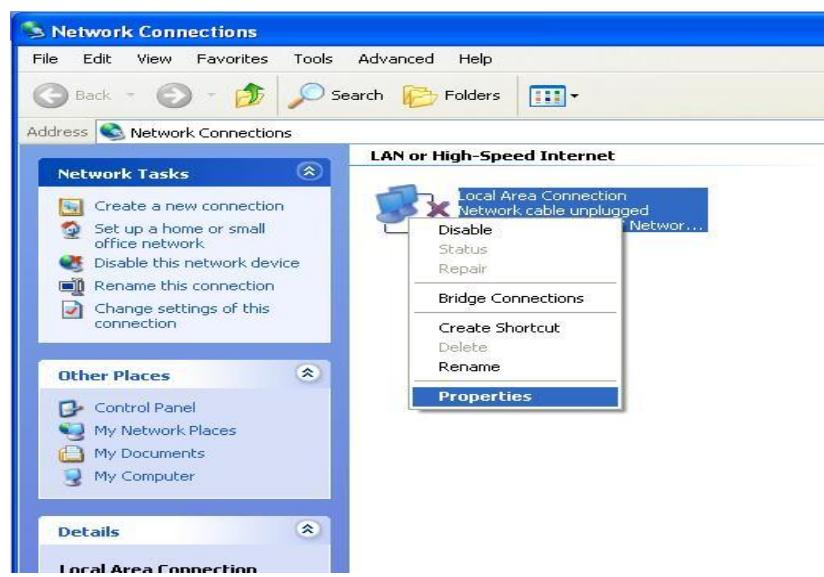
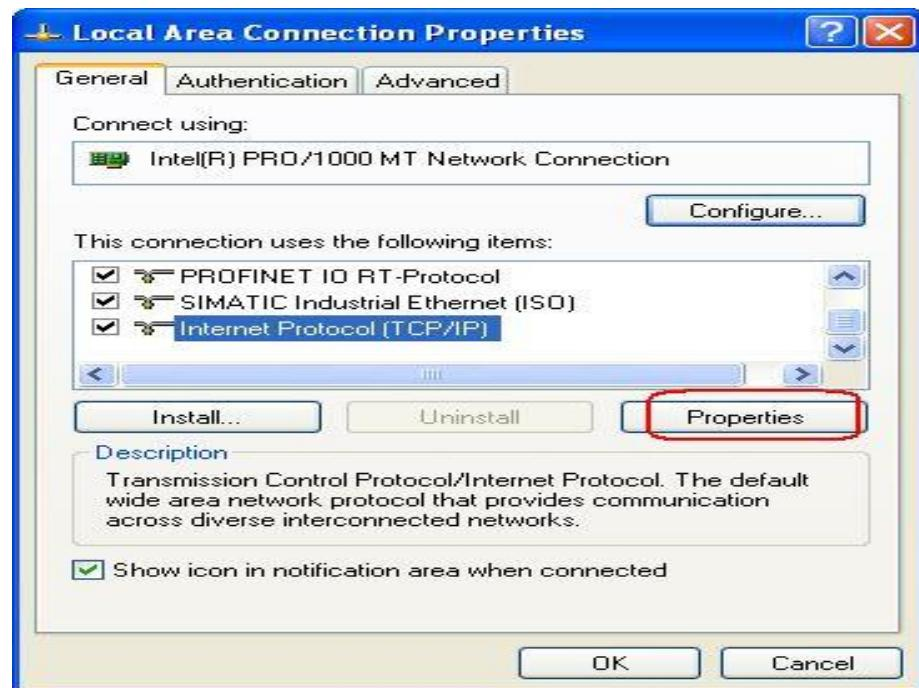
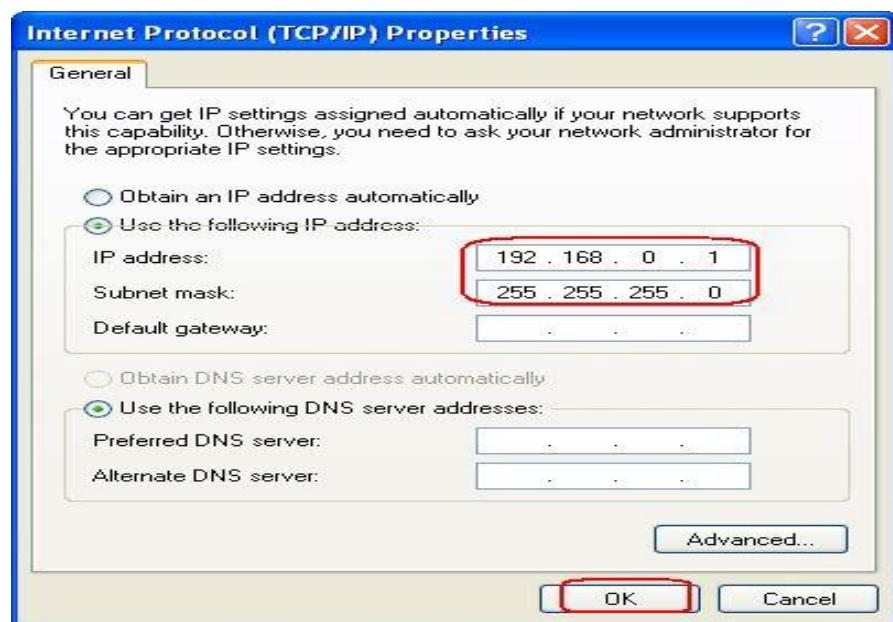

图 6: 本地连接
图 7: 网卡属性选择
图 8：分配普通网卡参数
设置网卡参数，如 IP 地址，子网掩码等。步骤如图 6，图 7，图 8。确认各步设置后，网卡配置完成。
- 2) 正确完成 PC 站的硬件组态后，打开配置控制台（start→simatic→simatic net→Configuration console），可以看到所用以太网卡的模式已从 PG mode 切换到 Configuration mode，插槽号（Index）也自动指向 3。如图 8。
(与图 7 中 IP 地址相同) 并用 New 按钮建立一个 ethernet 网络。